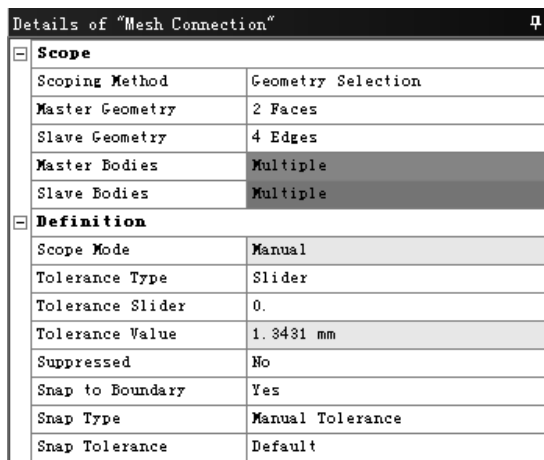

图 7.7.14 “Details of ‘Mesh Connection’ ”对话框
(1) 选择命令。在“Outline”窗口中选中 **Mesh** 并右击,在弹出的快捷菜单中选择 **Insert** **Manual Mesh Connection** 命令,弹出图 7.7.14 所示的“Details of ‘Mesh Connection’”对话框。